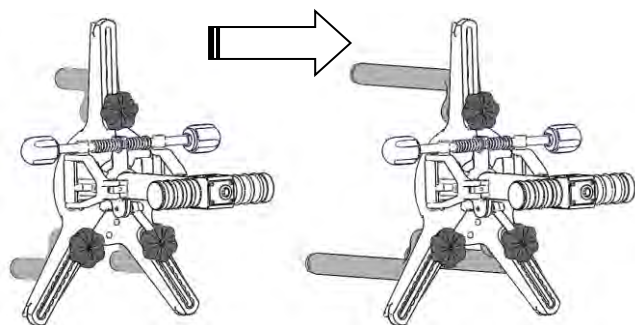

Рис. 2
- Для этого ослабьте винты с рукояткой в форме звездочки и замените магнитные держатели длиной 100 мм на новые магнитные держатели длиной 265 мм или 315 мм (стандартный вариант AXIS500). (Рис. 2)